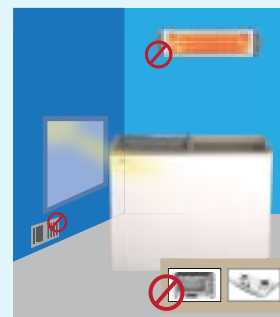

IMAGEN 1
- No ponga su producto en un lugar donde lleva la luz solar directa o una cocina, calentador, horno, estufa, y las fuentes de calor radiante infrarrojo. De lo contrario, puede causar a disminuir el rendimiento de su producto, los daños y la destrucción de su producto. (Imagen 1)